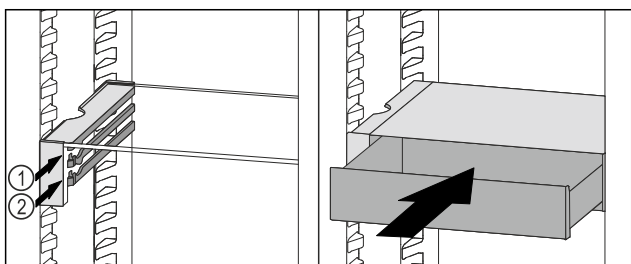

Fig. 80
- ▶ Sæt VarioSafe-skuffen ind bag stoppene på den ønskede ribbe Fig. 80 (1) eller Fig. 80 (2).